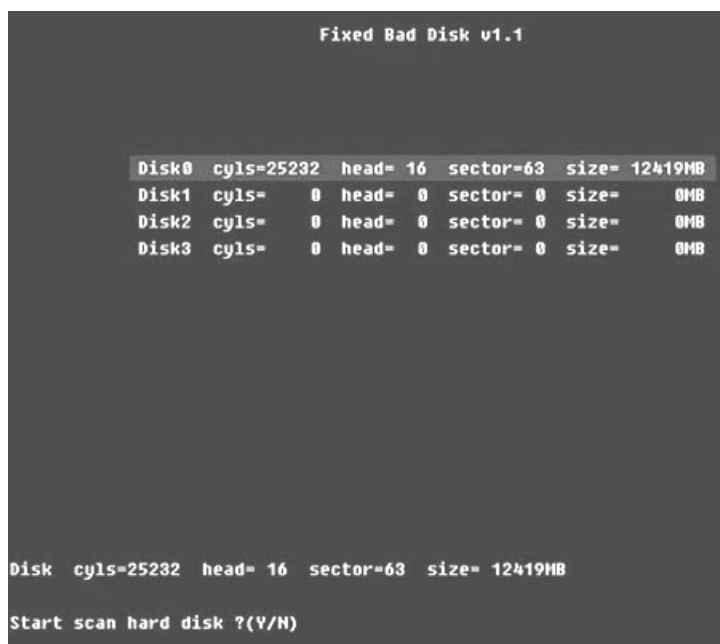

图 4-69 选择磁盘界面
(1) 首先在 DOS 命令提示符下键入 A:\FBDISK.EXE (假定程序在 A 盘根目录下)，然后你就会看到如图 4-69 所示的选择硬盘界面。